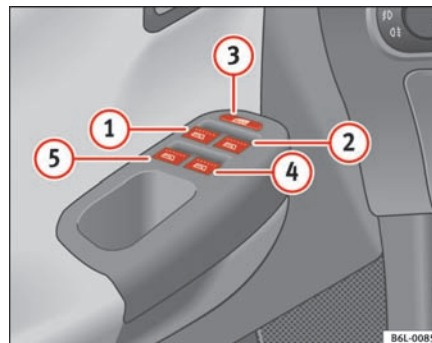

Fig. 51 Udsnit af førerdøren: betjeningssementer til ruderne foran og bagi
Kontakterne $\Rightarrow$ side 79, fig. 51 ① og ② har to trin til åbning og to trin til lukning af ruden. Det gør det nemmere at åbne eller lukke ruderne til den ønskede position.